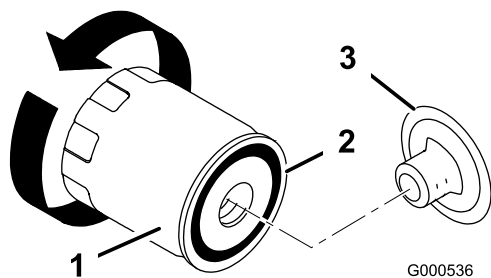

Figura 27
9. Cambie el filtro de aceite, si es necesario (Figura 27).
2. Retire el filtro usado y limpie con un paño la superficie de la junta del adaptador del filtro (Figura 27).
3. Aplique una capa fina de aceite limpio a la junta de goma sobre el filtro nuevo (Figura 27).
4. Instale el filtro de aceite nuevo en el adaptador del filtro. Gire el filtro de aceite en el sentido de las agujas del reloj hasta que la junta de goma entre en contacto con el adaptador del filtro, luego apriete el filtro media o tres cuartos de vuelta más (Figura 27).